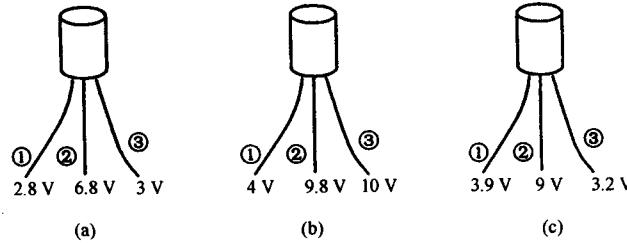

图 1.11
(6) 在放大电路中测得各三极管电位如图 1.11 所示, 试判断各管的管脚、类型及材料, 并将结果在表 1.3 中用 “√” 标出。